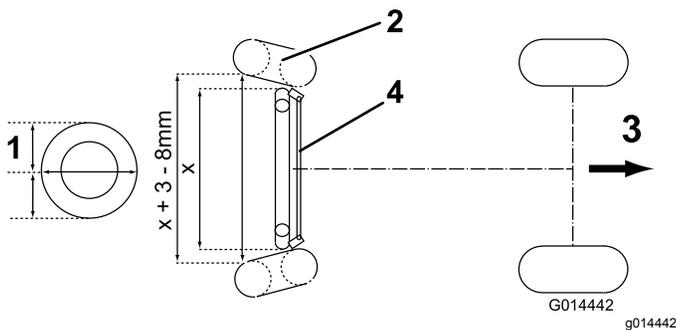

Bild 42
2. Messen und vergleichen Sie den Abstand zwischen den vorderen Seitenwänden und den hinteren Seitenwänden an der Höhe der Radmitte (Bild 42).